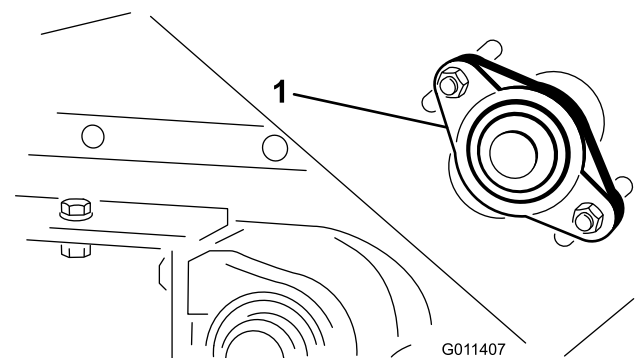

Figura 22
1. Allentate i dadi che fissano l'alloggiamento del cuscinetto (Figura 22) al lato destro della macchina.